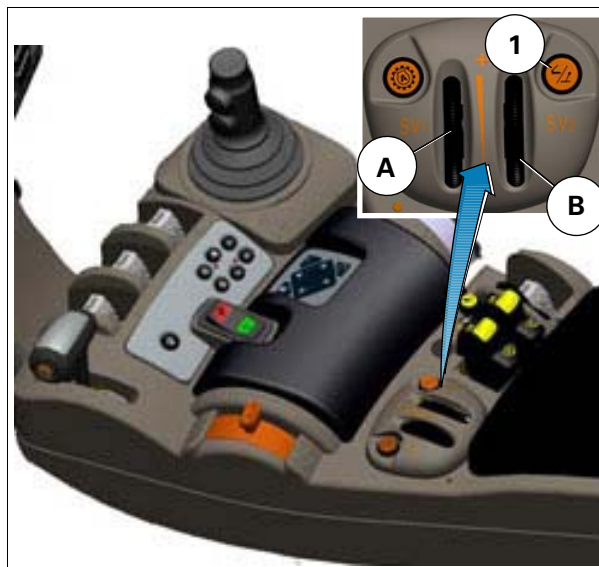

Рис. 14.
Максимальная скорость движения вперед устанавливается с помощью потенциометра SV2 (B) рис. 14
Также можно установить максимальную частоту вращения двигателя от 1400 до 2260 об/мин с помощью потенциометра SV1 (A) рис. 14.